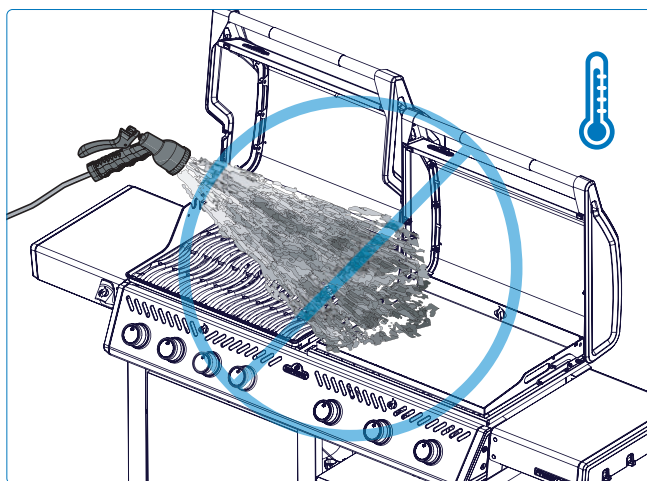

Fig. 31
- Ne jamais inonder une plancha chaude avec de l'eau froide. Cela peut causer une déformation ou des dommages (**fig. 31**).
- Ne jamais éteindre une flamme ou contrôler les flambées avec de l'eau (**fig. 31**).